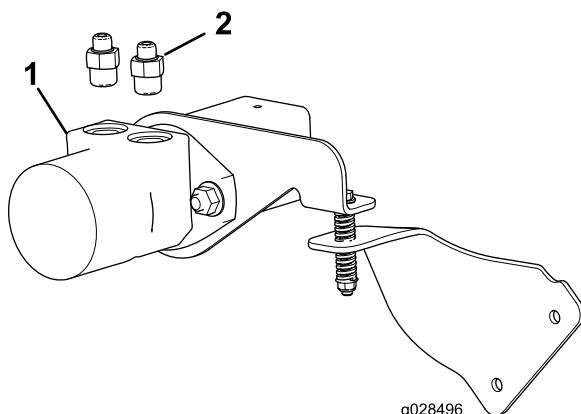

Figura 3
4. Instale los 2 acoplamientos hidráulicos rectos (5/8") en el motor hidráulico, según se muestra en Figura 3.
- 2. Acoplamiento hidráulico recto — 5/8" (2)
5. Conecte los 2 acoplamientos de 90 grados de las 2 mangueras hidráulicas a los 2 acoplamientos rectos (Figura 3) y apriete con los dedos solamente.
6. Instale un acoplamiento rápido macho en el otro extremo de cada una de las 2 mangueras hidráulicas (Figura 3).